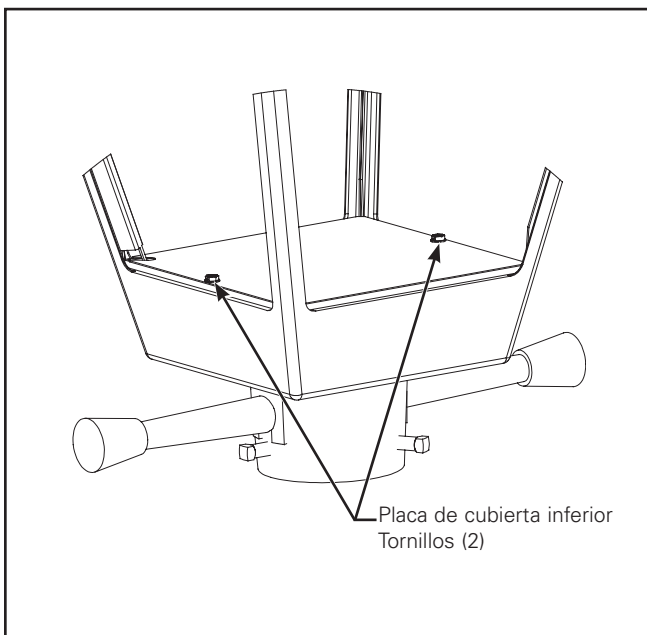

Figura 1.
1. Desatornille los dos tornillos usando un destornillador de tuerca de 5/16" o un destornillador de estrella No. 10 desde la placa de cubierta inferior ubicada en la base de la luminaria. (Figura 1.) Retire la placa de la cubierta inferior para obtener acceso al compartimento de cableado.
4. Desatornille los dos tornillos utilizando un destornillador de 5/16" o un destornillador de estrella No. 10 de la placa de cubierta inferior en la base de la luminaria. (Figura 1.) Retire la placa de la cubierta inferior para obtener acceso al compartimento de cableado.